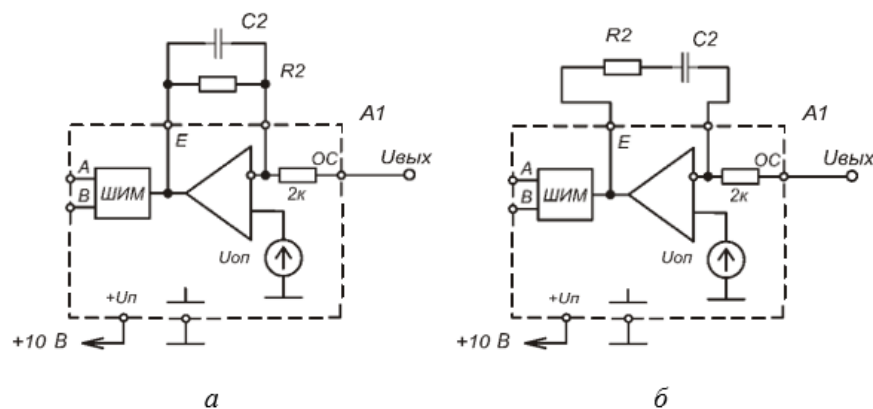

Рис. 5.2
3.5. Установите последовательно с резистором $R_2 = 10\text{кОм}$, конденсатор $C_2 = 0.5\text{мкФ}$. Снимите зависимость $U_{\text{н}} = f(U_{\text{вх}})$. (см. рис.5.2б)
3.6. Уберите последовательный конденсатор C_2 и включите его параллельно резистору R_2 . Снимите осциллограммы i_L и $U_{\text{н}}$ (осциллограмму тока дросселя снять качественно, по огибающим линиям). (см. рис.5.2а) 3.7. Для снятия динамических характеристик включите последователь-но с источником питания коммутатор согласно схеме рис.5.3.